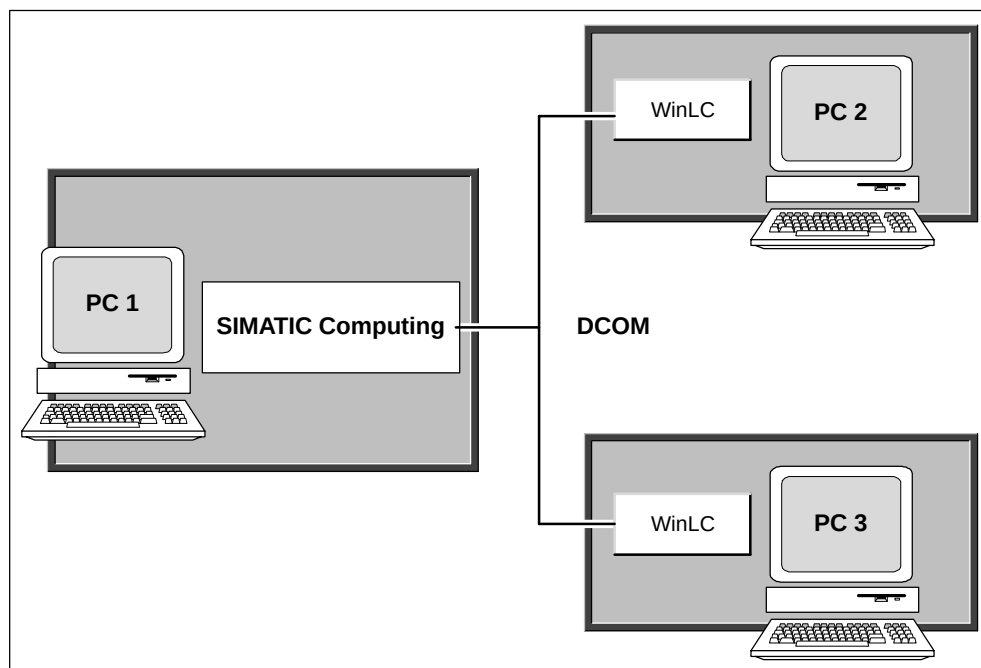
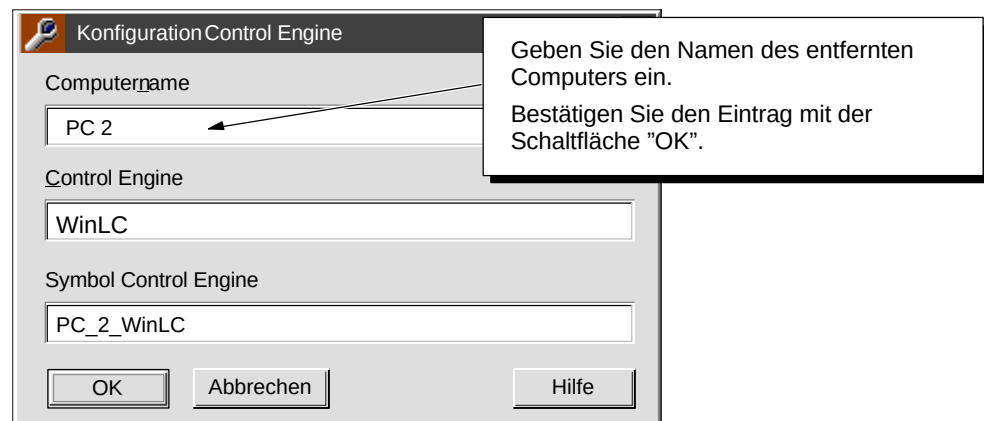

Bild 9-1 Verbinden mehrerer Control Engines über DCOM
Bild 9-9 Einrichten einer Control Engine für entfernten Zugriff
Wie Sie in Bild 9-1 sehen, können Sie Ihr Programm über DCOM mit Control Engines verbinden, die sich auf unterschiedlichen Computern befinden. Mit dem Symboldatei-Konfigurator erstellen Sie eine Symboldatei, die die symbolischen Namen für die Variablen der verschiedenen Control Engines definiert.
Beispiel (siehe Bild 9-1): **@PC 2**
Wenn Sie Ihr Projekt mit STEP 7 anlegen, können Sie einen Stationsnamen vergeben, der vom Symboldatei-Konfigurator als entfernter Computer ausgewertet wird (wodurch angegeben wird, daß sich die Control Engine auf einem anderen Computer befindet als die Software SIMATIC Computing und die Symboldatei). Um für eine Control Engine anzugeben, daß sie sich auf einem entfernten Computer befindet, vergeben Sie einen Stationsnamen, der mit dem Zeichen "@" beginnt (z.B. @PC 2 oder @PC 3, siehe Beispielkonfiguration in Bild 9-1). Der Symboldatei-Konfigurator erkennt einen Stationsnamen in STEP 7, der mit "@" beginnt, als entfernten Computer.
3. Tragen Sie, wie in Bild 9-9 gezeigt, den Namen der entfernten Control Engine in das Feld "Computername" ein. Beispiel: Der Name der entfernten Control Engine in Bild 9-1 kann entweder **PC 2** oder **PC 3** sein.